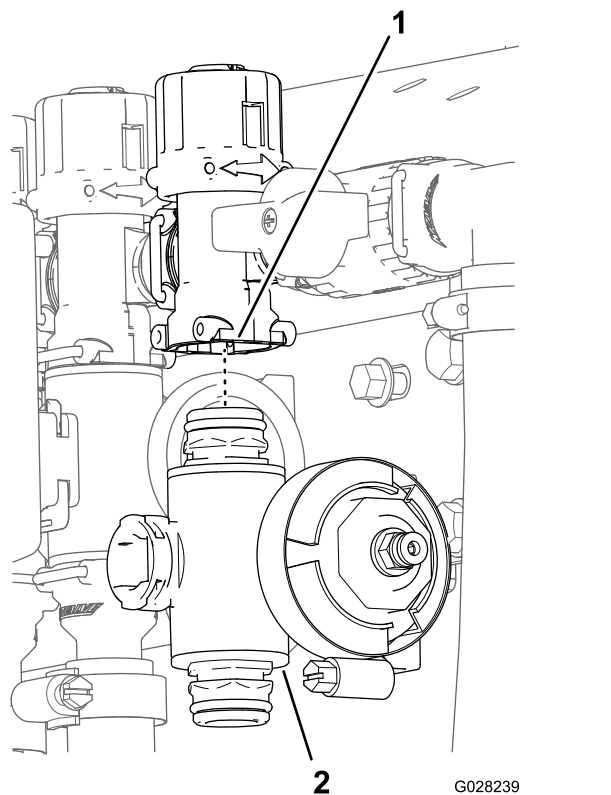

Figura 70
- 3. Válvulas de sección izquierda y derecha: retire los pernos con arandela prensada y las contratuercas con arandela prensada que sujetan la(s) válvula(s) de sección al soporte de las válvulas, y retire el/los distribuidor(es) de la máquina; válvula de la sección central: retire el distribuidor de la válvula de sección de la máquina (Figura 70).